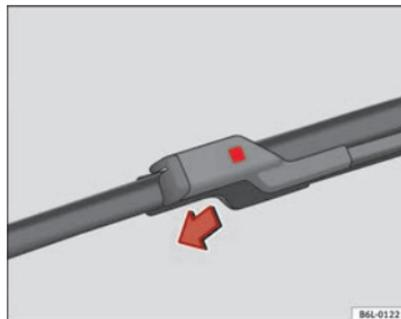

Fig. 130 Remplacement balai essuie-glace
- Appuyez sur la touche de sécurité ⇒ fig. 130.